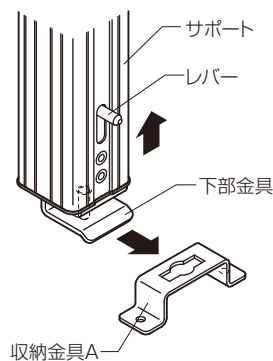

図6
- ③サポートの長さを調整して、レバーを上上げたまま下の収納金具に引っかけ、レバーを離します。(図6)
- ④ノブ付ボルトを差込み、ノブ付ナットで締付けて固定します。